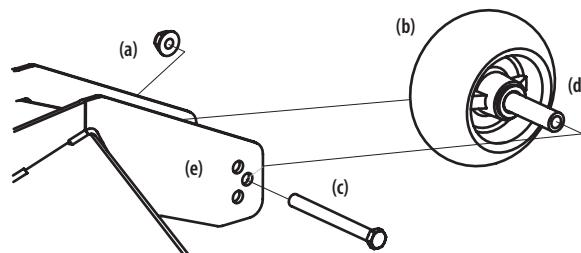

Figura 30
2. Retire la tuerca de seguridad (a) que fija una de las ruedas de calibración delanteras (b) a la plataforma. Retire la rueda de calibración delantera (b), el tornillo hexagonal (c) y el separador (d) (Figura 30).